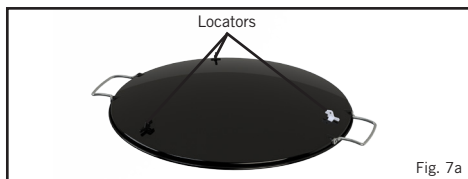

Fig. 7a
- Legg brennerfatet (F) på stamme og trefot.
- Til forberedelse av Skottel Braai til bruk plasseres den på brennerfatet (F) så alle tre posisjonspalrer (V) (fig. 7a) passer til kanten på brennerfatet (F) og således sikrer stabilitet.